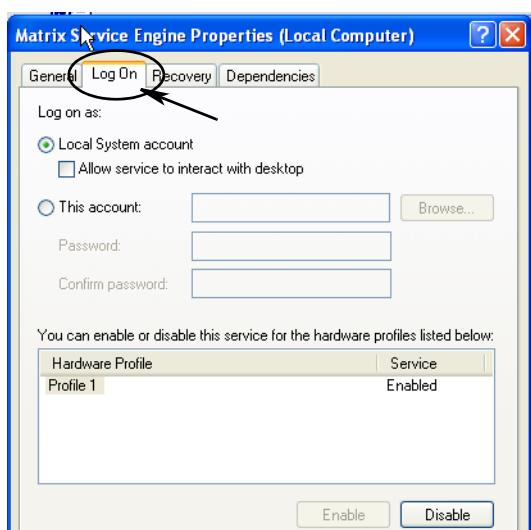

Рис. 57
- e. Откройте вкладку «Log On» [Войти] (Рис. 57).